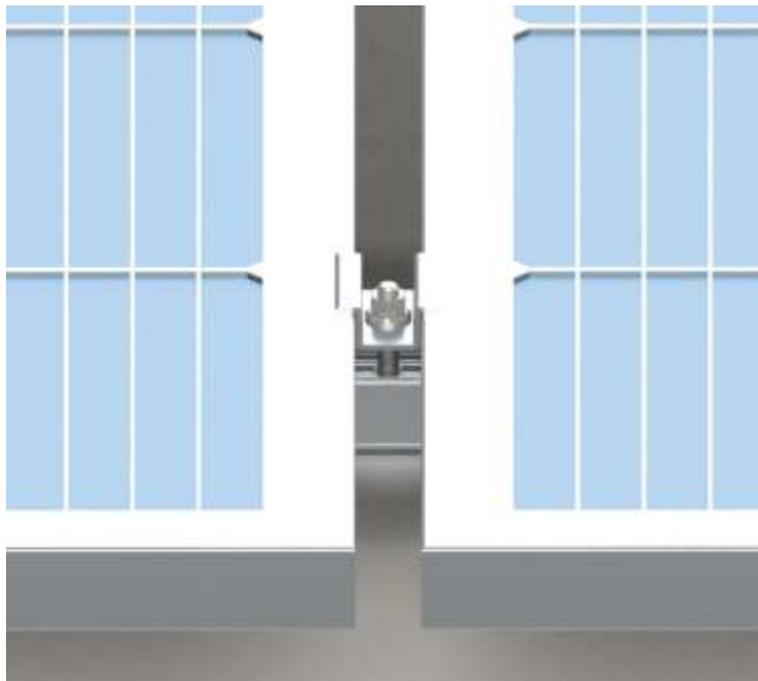

Figura 11 – Montagem da fixação intermediária
conforme Figura 11, utilizar parafuso martelo M8 x 40 – Inox e porca SX M8 flangeada serrilhada;
4.2 - Deverá ser montada a fixação intermediária, conforme Item 2 e Figura 11 da Instrução 5;